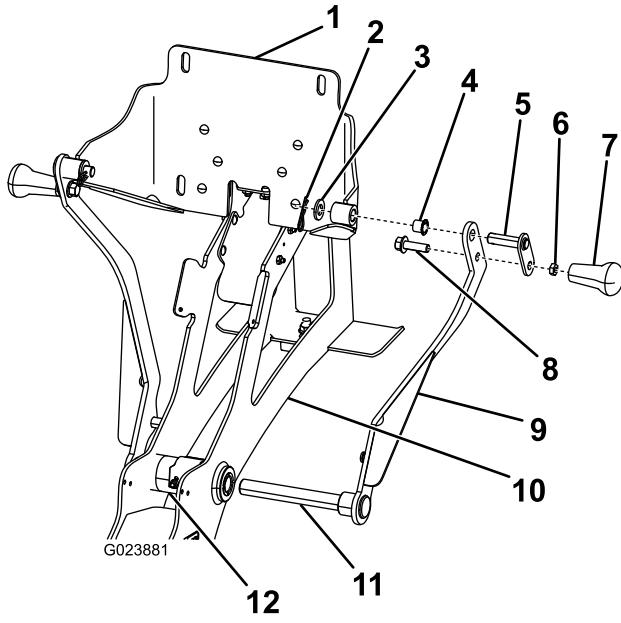

Figure 5
8. Insérez l'axe du bras de berceau droit dans la tige d'articulation (Figure 5).
13. Fixez la poignée à la plaque d'appui au moyen d'une rondelle plate et d'une goupille fendue, comme montré à la Figure 5.